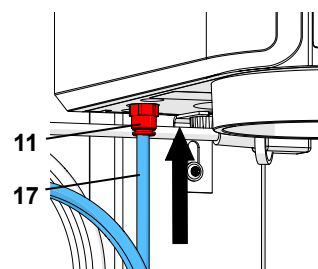

Fig. 5-a
Em aparelhos de versões anteriores, o filtro de entrada (12) está localizado fora do aparelho (Fig. 5-b). Nestes casos, inserir a mangueira de ar comprimido (17) no filtro de entrada (12). É necessário vencer uma leve resistência. NUNCA utilizar o aparelho sem filtro de entrada!